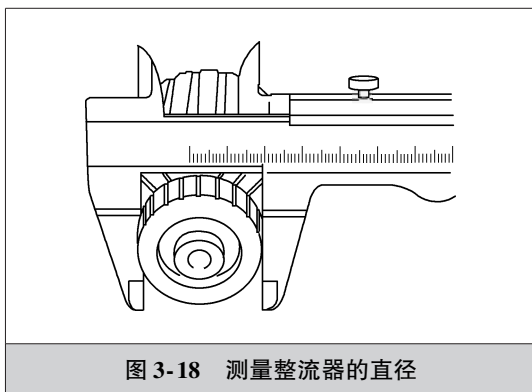

图 3-18 测量整流器的直径
6) 如图 3-18 所示, 用游标卡尺测量整流器的直径, 如果不在规定的范围内, 则更换电枢轴, 如马自达 6 轿车用整流器直径的最小值为 28.8mm 左右 (注意: 车型不同标准有所差异)。